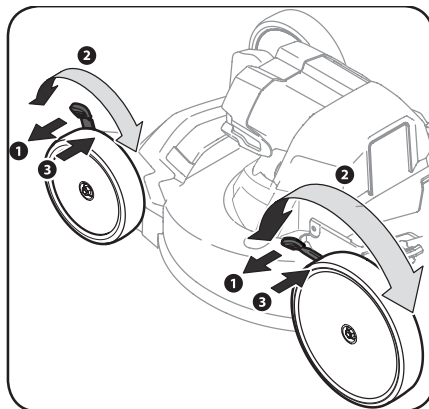

Figura 2-9
2. Mueva la palanca a la posición deseada para cambiar la altura de corte. Vea la Figura 2-9.